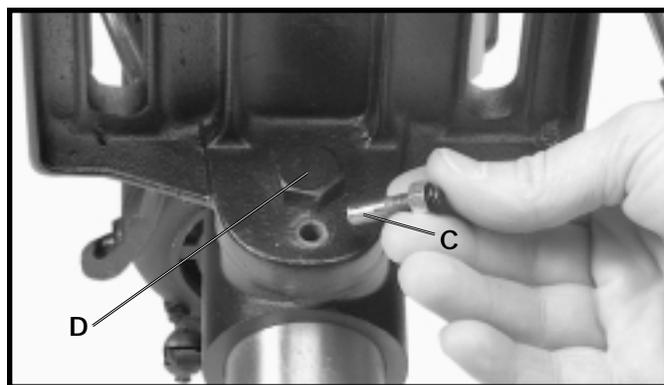

Fig. 23
4. La figure 23 montre l'axe d'alignement du plateau (C) enlevé. Desserrez le boulon de blocage (D), inclinez le plateau à l'angle voulu et resserrez le boulon (D). Lorsque le plateau est remis à l'horizontale, remontez l'axe (C). Ceci permet de remettre le plateau à la perpendiculaire par rapport à la broche.